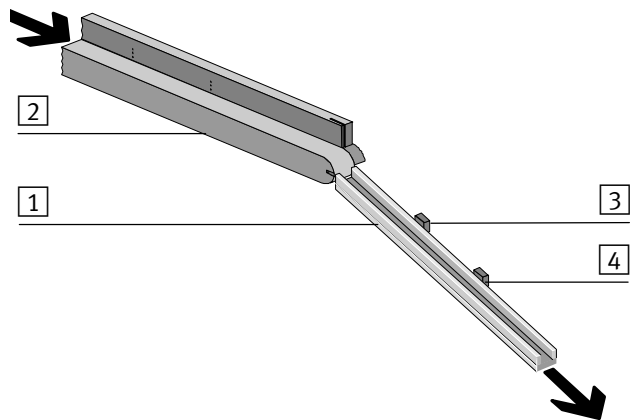

Fig. 3/7: Controllo zone di transito con ritardo di commutazione
Con CheckKon è possibile configurare a scelta il CHB-C-N per l'esercizio con un sensore di zone di transito o, per il ritardo di commutazione del trasportatore per parti di dimensioni ridotte (Fig. 3/7): Menu [View] (Vista) [System parameter] (Parametri di sistema) ◇ Transporting systems (Sistemi di trasporto) ◇ Continuing systems (Sistemi successivi) ◆ Number of buffer zone sensors (Numero sensori zone di transito) = 1 (2).